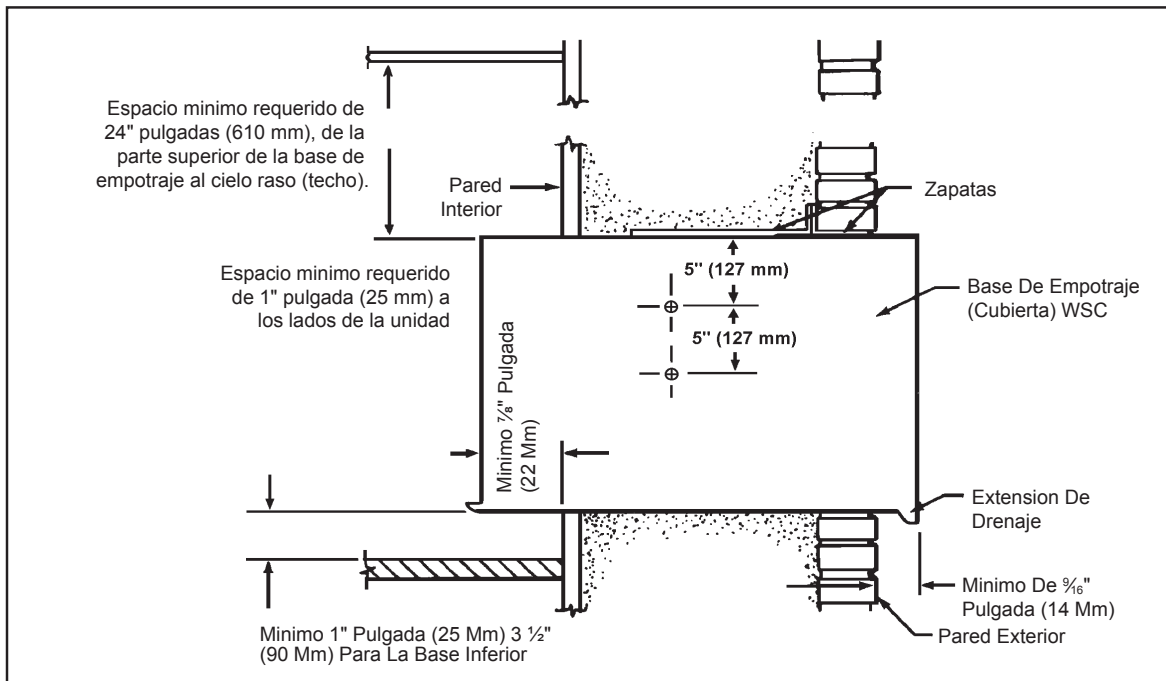

Figura 7
- A. Debe emplearse la base inferior (SB) u otro tipo de apoyo o sostenimiento para la unidad en construcción de paredes tipo pánal y otras paredes de menos de 8" pulgadas (200 mm) de grueso.
- B. Deje una distancia mínima de 1" pulgada (25 mm) en cada lado de la unidad, la pared y el piso dyacente. Donde se necesita una base inferior, la distancia mínima del piso a la base de empotraje será de 3 y ½" pulgada (90 mm). Para minimizar la posibilidad de corto circuito en el condensador, el espacio libre mínimo entre el cielo raso (techo) y la parte superior de la unidad debe ser de 24" pulgadas (610 mm). (Ver Figura 7).
- PASO 1** Después de sacar de la caja la BASE DE EMPOTRAJE "WSC," remueva el PANEL DELANTERO estriado. Colóquela en el hueco de la pared siguiendo las instrucciones que se dan en los REQUERIMIENTOS PARA LA INSTALACION. Asegure la BASE DE EMPOTRAJE a la PARED INTERIOR colocando dos (2) tornillos #12Ax2" pulgadas a cada lado de la BASE DE EMPOTRAJE (Ver Figura 7). Ponga una cuña en la parte superior de la BASE DE EMPOTRAJE en la mital de los dos lados. Ponga un tornillo #12Ax2" pulgadas en la parte superior de la BASE DE EMPOTRAJE cerca de la cuña. Ponga los tornillos en el interior de la BASE DE EMPOTRAJE. Si el hueco en la pared no está enmarcado con madera, use tornillos de base de ancla o tornillos molly (toggle), los cuales no se proporcionan.